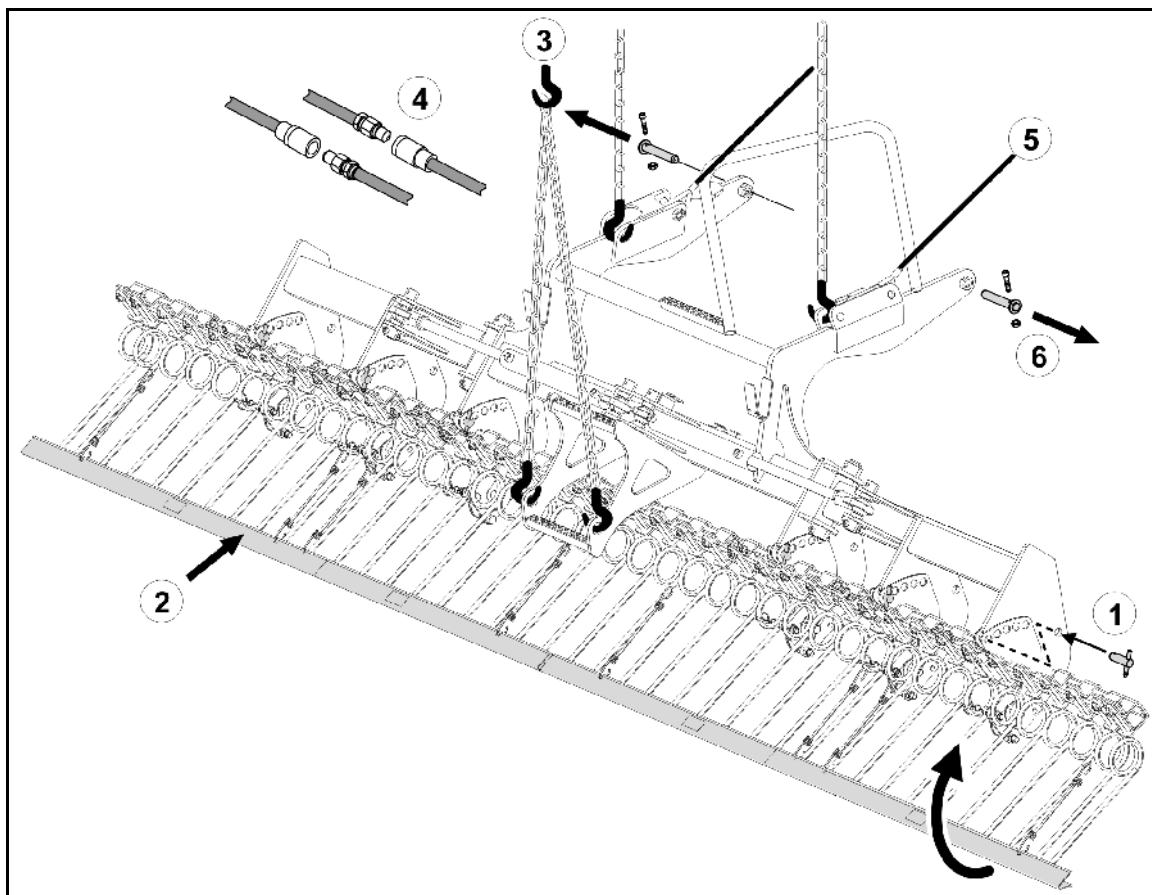

Fig. 43
1. Løft harvenheten, sett bolten i hullet og sikre med en splint (Fig. 43/1).
2. Monter trafikkssikkerhetslist (Fig. 43/2).
3. Heng hekkharv over de fire festepunktene med en løftekran (Fig. 43/3)
4. Hydraulikkoblinger kobles fra og lukkes med støvhetter (Fig. 43/4).
5. Løsne trekkwire på maskinsiden (Fig. 43/5).
6. Trekk ut begge boltene på hekkharven (Fig. 43/6).